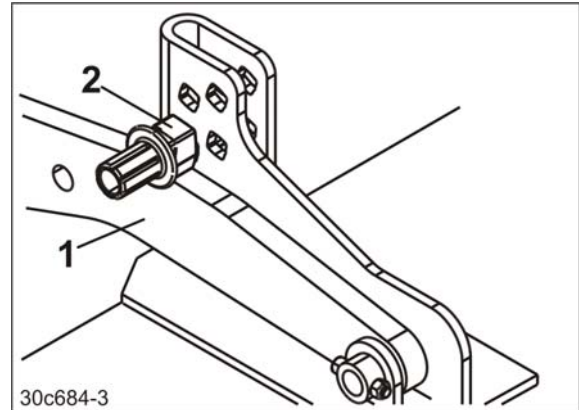
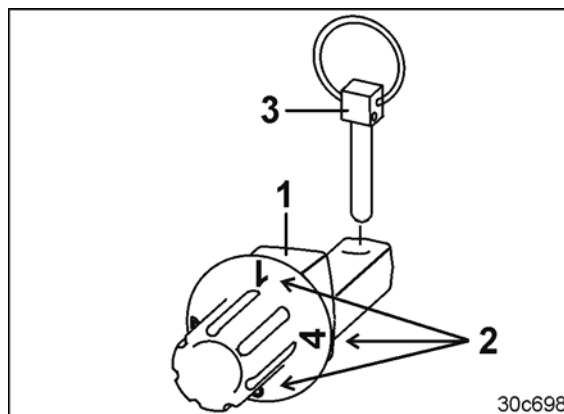

Bild 113
Bild 115
1. Lyft endast maskinen med traktorhydrauliken tills djupregleringsbultarna (Bild 113/2) frigörs från bäarmen (Bild 113/1).
- ju högre talet (Bild 115 /2) är som ligger an mot bäarmen (Bild 113/1).